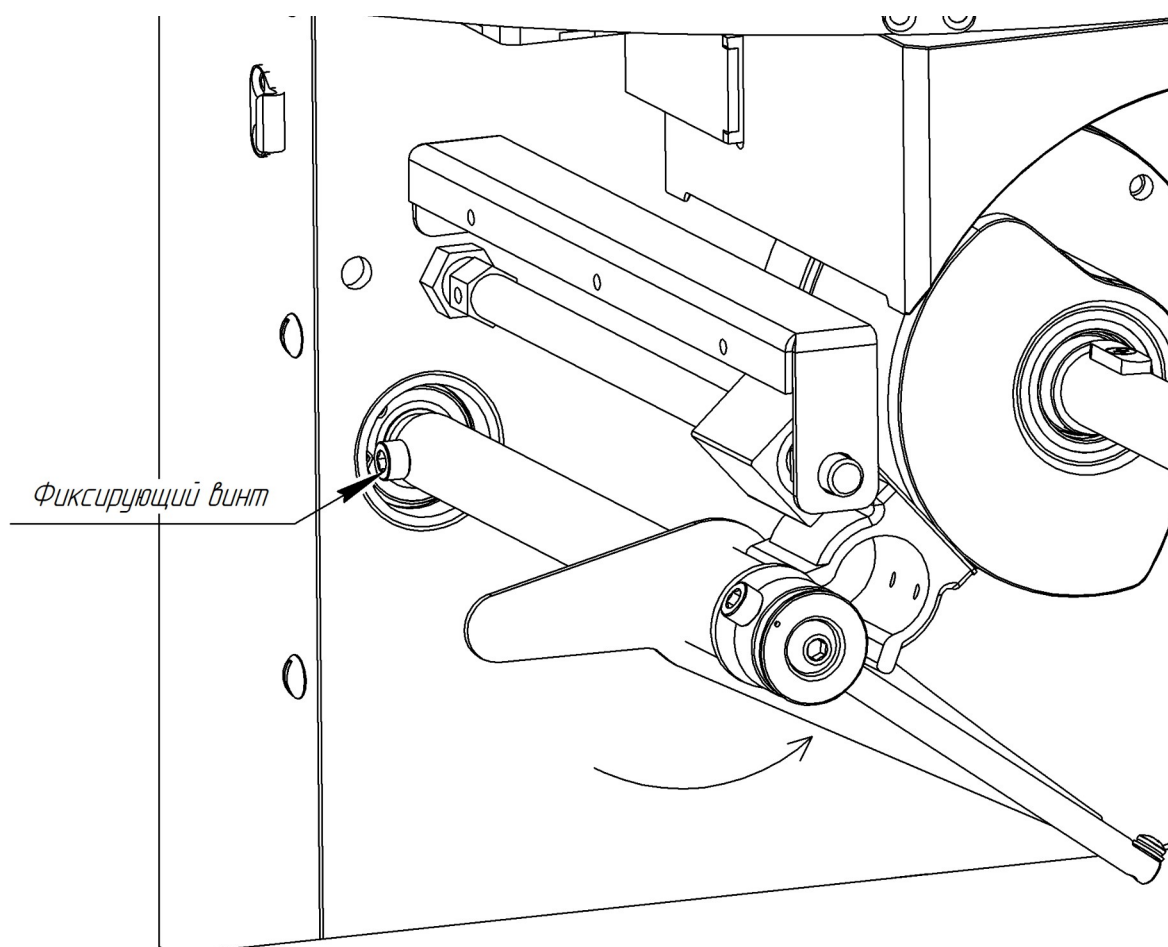

Рис.6
1. Отстегнуть хомут с очистителя. (Рис.6)
2. С помощью шестигранного ключа HEX 5мм, открутить фиксирующий винт и потянуть сбрасыватель на себя. (Рис.6)